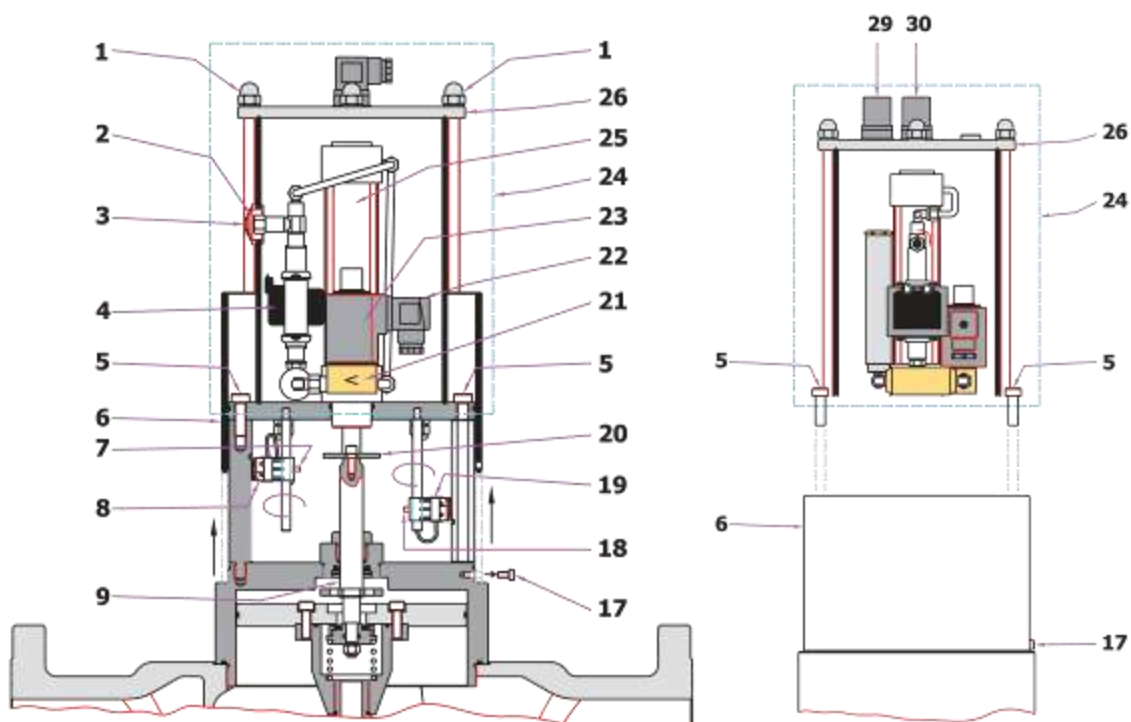

Рис.8
- Ослабить крепежный винт (17) и поднять вверх защитный кожух (6) как показано на рис. 8.
- Ослабить крепежные винты (7) и (18). Повернуть оба микропереключателя (8) и (19) на 180°, как показано на рис. 8 и оставить их временно в этом положении.